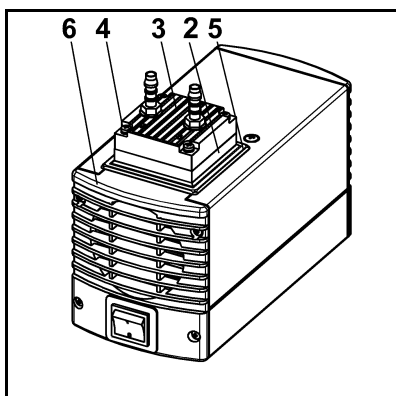

Fig. 7: smontaggio della testata
1. Segnare la posizione della testata (fig. 7/3), della piastra intermedia (2), della copertura (5) e del coperchio della carcassa (6) con un tratto di matita continuo. Così facendo, si previene l'errato rimontaggio dei componenti in un secondo momento.
2. Allentare le quattro viti della testata (4) e smontare la testata (3) insieme alla piastra intermedia (2) dalla carcassa della pompa.
1. Rimuovere le valvole con o-ring (7) dalla piastra intermedia (2).
2. Verificare che le sedi valvola, la piastra intermedia (2) e la testata (fig. 7/3) siano pulite; in caso di aplanarità o graffi, sostituire questi componenti.
3. Inserire le nuove valvole con o-ring (7) nelle apposite sedi sulla piastra intermedia (2); le valvole con o-ring per il lato mandata e aspirazione sono identici e così pure il lato superiore e inferiore delle valvole con o-ring.
4. Accertarsi che le valvole con o-ring (7) non siano eccessivamente serrati muovendoli leggermente in orizzontale.
1. Posizionare la piastra intermedia (2) con le valvole con o-ring (7) sui segni a matita fatti in precedenza sulla carcassa.
2. Posizionare la testata (fig. 7/3) insieme alla copertura (fig. 7/5) sul segno fatto in precedenza sulla piastra intermedia (2).
3. Verificare che la testata (fig. 7/3) sia centrata muovendola leggermente di lato.
4. Serrare manualmente le viti (4) a croce.